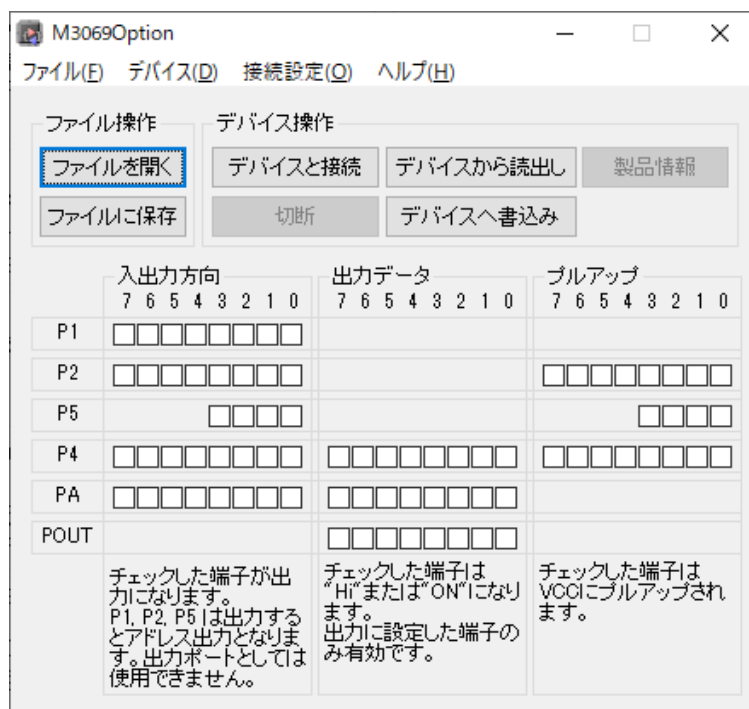

図 22 「M30690ption」の画面
2. 設定ツールのメニュー画面(図 19)から[M30690ption]ボタンを押します。図 22 のような画面が表示されます。